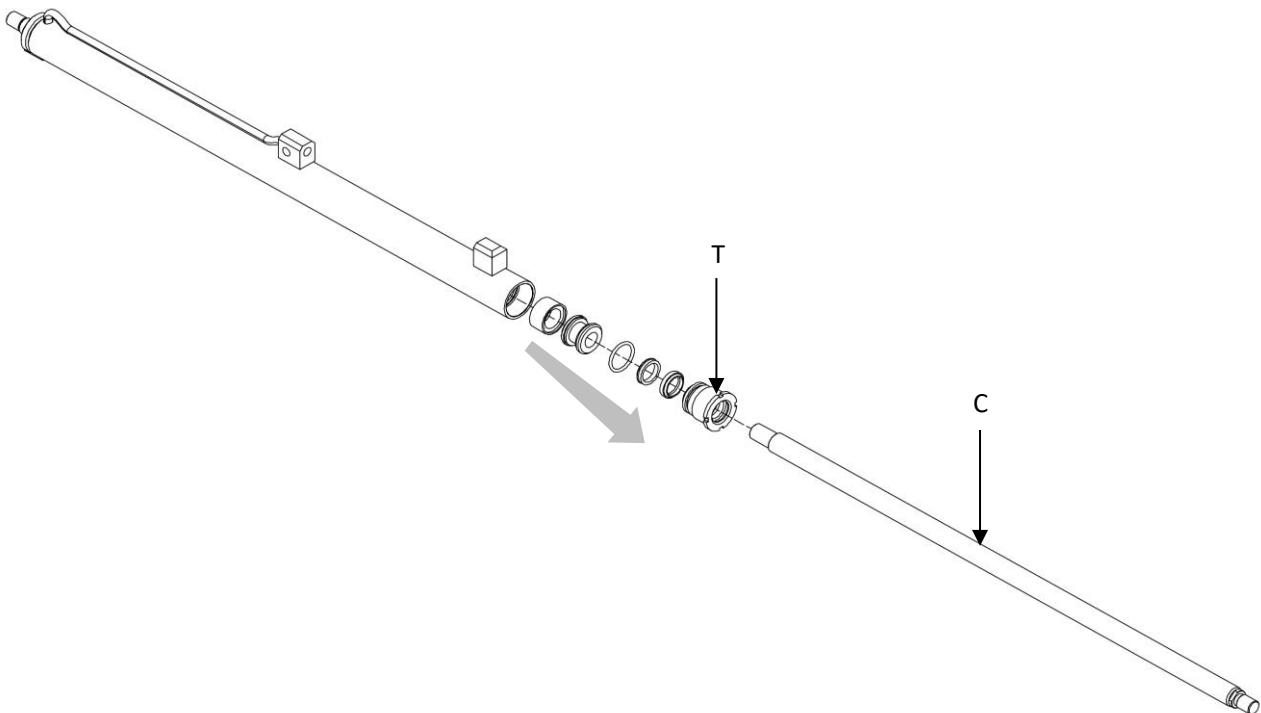

Figura 38
8. Prendere come riferimento la *Figura 38*.